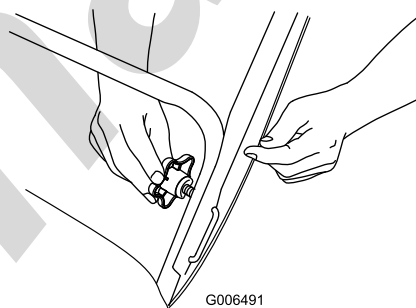

Figura5
2. Introduceți capătul închizătorului de mâner în formă de „U” în orificiul deschis de pe mâner și strângeți butoanele de mâner până când sunt fixate în poziție (Figura5).